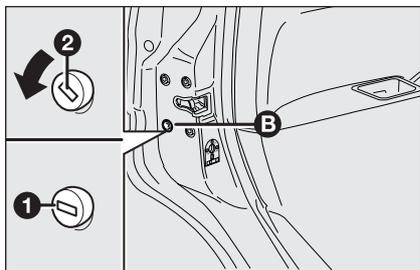

fig. 1
- introduire la clé de contact dans le loquet **B**-fig. 1